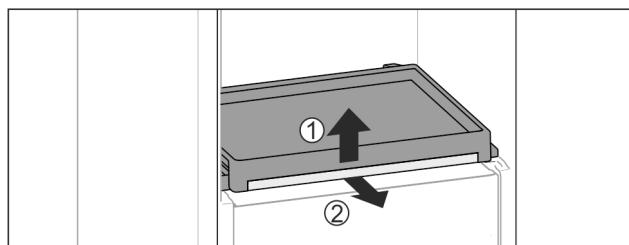

Fig. 39
- ▶ Wymowanie wysuwanej półki oraz szklanej płyty: Podnieść lekko szklaną płytę z przodu Fig. 39 (1) i wyciągnąć do przodu Fig. 39 (2).